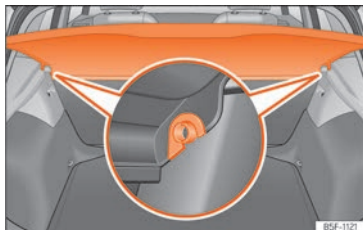

Fig. 138 En el maletero: desmontar y montar la bandeja.
- Desenganche la bandeja de los soportes laterales »» fig. 138 tirando de ella hacia arriba y extraiga la bandeja.
- Introduzca la bandeja horizontalmente haciendo coincidir la "herradura" sobre el eje de los soportes »» fig. 138, y presione hacia abajo hasta que encastre.